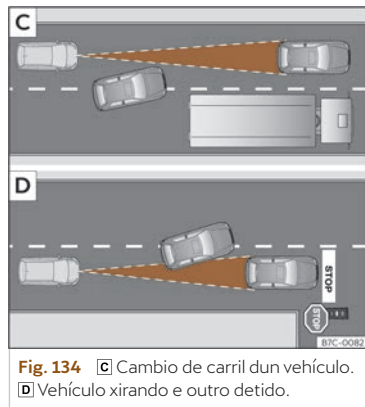

Fig. 134 C) Cambio de carril dun vehículo. D) Vehículo xirando e outro detido.
- Vehículos que cambien ao carril polo que vostede circula a pouca distancia do seu vehículo >>> **fig. 134 C**.
O ACC pode non reaccionar ante vehículos parados. Se por exemplo, un vehículo detectado polo ACC xira ou se afasta e diante do mesmo atópase un vehículo parado, o ACC non reaccionará ante este >>> **fig. 134 D**.